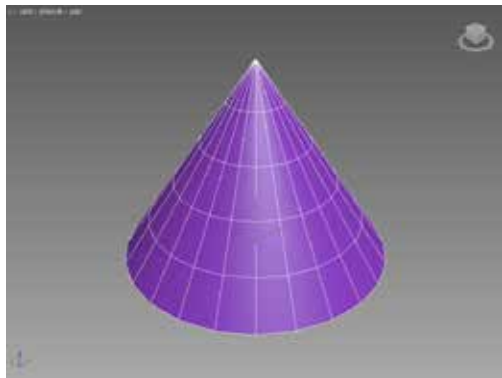

图 2-53 创建圆锥体
STEP 03 上下拖动鼠标，设置圆锥体顶面半径，设置完成后单击即可完成创建圆锥体操作，如图 2-53 所示。